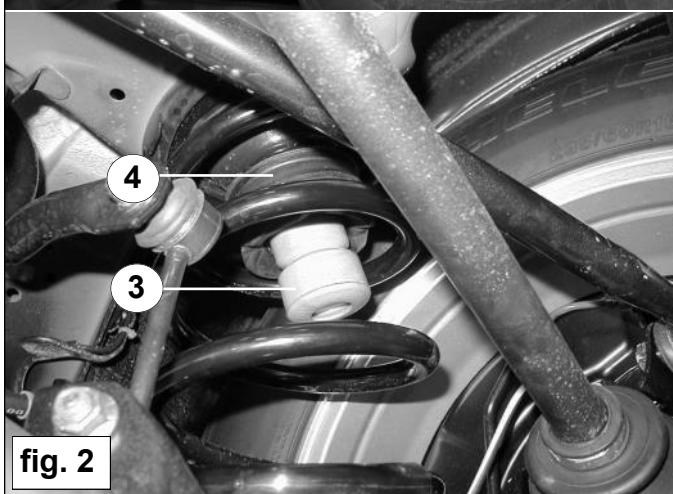

fig. 2
2. Demonteer de gele buffer **3** uit de zwarte buffer **4**, deze kan er gewoon uitgetrokken worden. Zie fig. 2.
2. Dismount the yellow bump stop **3** out of the black bump stop **4**, you can just pull it out. See fig. 2.
2. Demontieren Sie das Gelbe Puffer **3** aus die schwarze Puffer **4**, Sie können das da einfach aus ziehen. Sehe fig. 2.
2. Démontez le tampon jaune **3** du tampon noir **4**. Celui-ci peut simplement être extrait. Voir fig. 2.